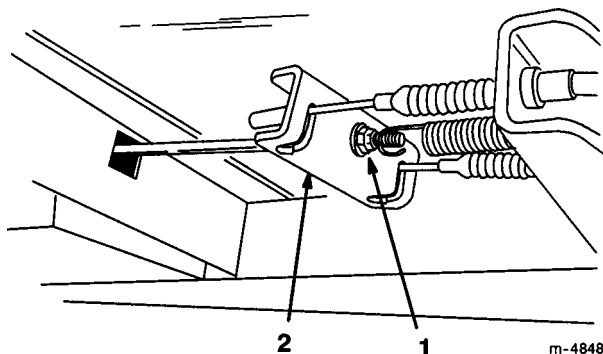

図 28
3. フロアパネル下にある調整ネジを締めてイコライザ部（図28）のケーブルのたるみをなくす。ブレーキペダルには若干の遊びが必要なので、締めすぎない